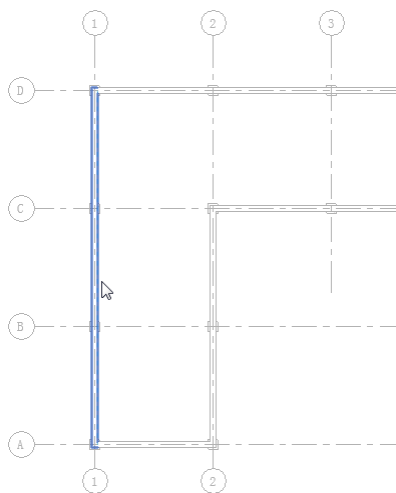

图 11-3 选择边界墙
(3) 单击“绘制”面板中的“边界线”按钮和“拾取墙”按钮（默认状态下，系统会激活这两个按钮），选择边界墙，如图 11-3 所示。